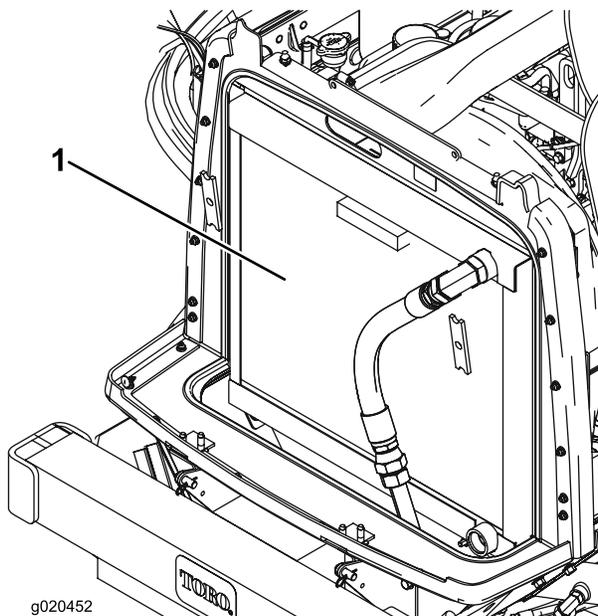

Figure 65
2. Nettoyez soigneusement les deux côtés du radiateur/refroidisseur (Figure 65) à l'air comprimé. Commencez par le côté ventilateur et soufflez les débris vers l'arrière. Nettoyez ensuite en soufflant de l'arrière vers l'avant. Répétez cette procédure plusieurs fois jusqu'à ce qu'il ne reste plus aucun débris.